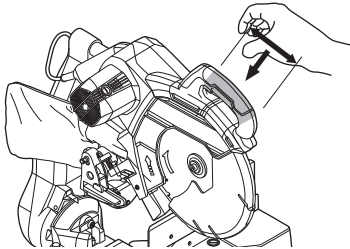

图1
- 44. 操作时请确保牢牢握住工具。否则可能导致事故或受伤。（图1）